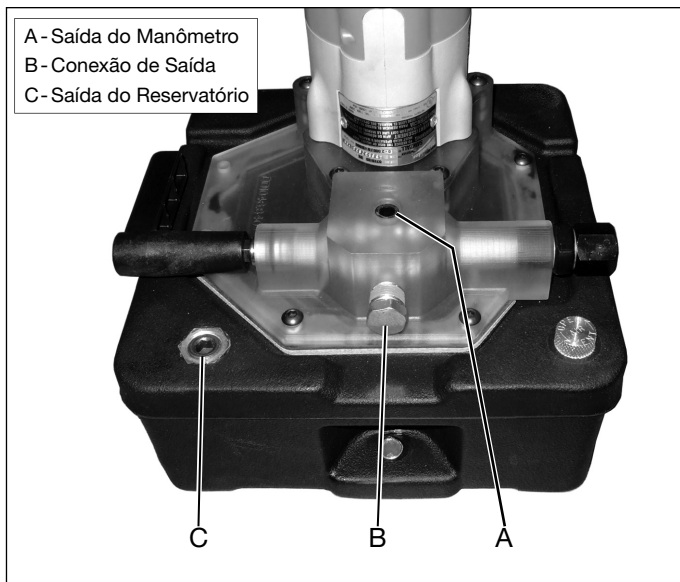

Figura 3, Saídas e Conexões
Pretende-se que a bomba seja usada somente com cilindros e dispositivos de simples ação. Faça as ligações, conforme descrito nos passos seguintes. Veja a Figura 3 para as localizações de saída (A), (B) e (C).
1. Remova os bujões de transporte das saídas (A) e (B). Ver Figura 3 para as localizações.